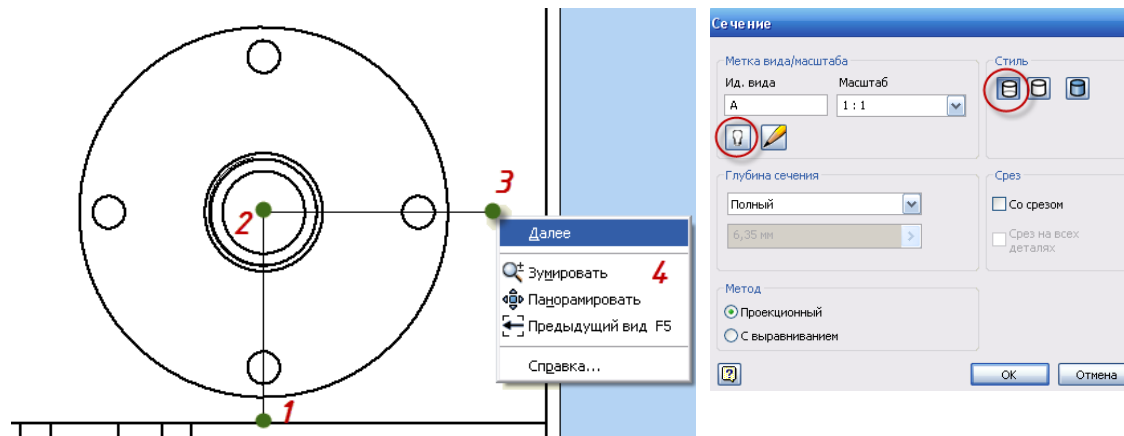

Рис. 3.22. Диалоговое окно **Сечение**
- Не кликая, сдвиньте курсор вниз (за пределы вида) и кликните для указания точки сечения (1, рис. 3.22).
- Затем сдвиньте курсор в центр вида, кликните для указания второй точки сечения (2, рис. 3.22).
- Сдвиньте курсор вправо (за пределы вида), щелкните для указания третьей точки сечения (3, рис. 3.22).
- В диалоговом окне **Сечение** установите параметры, как показано на рис. 3.22.